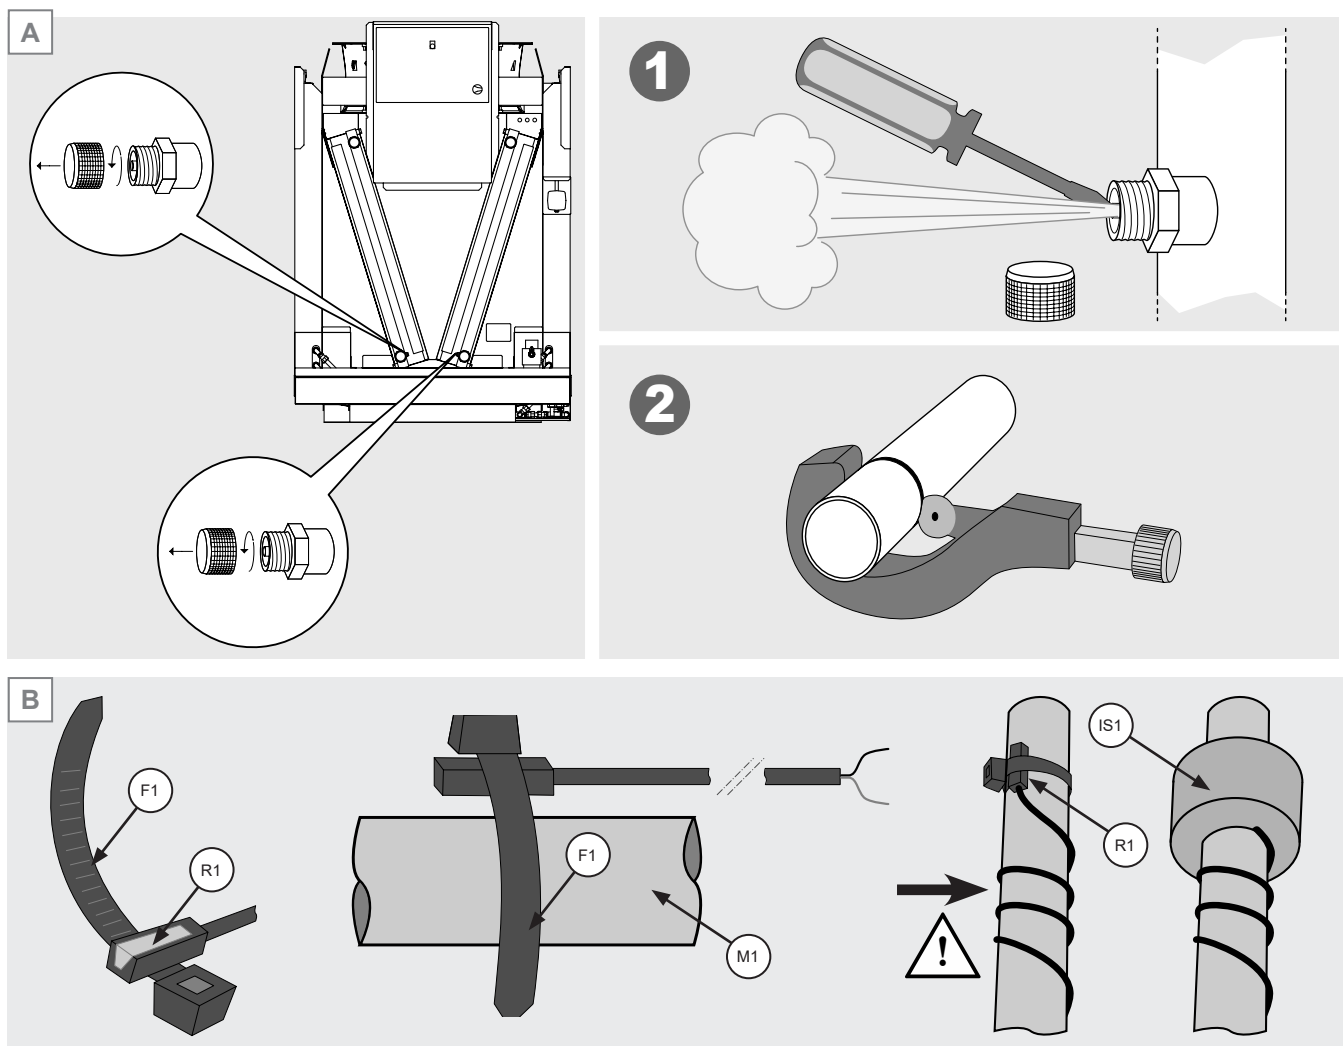

Figura 10
- 6.13 Prima del taglio dei manicotti di ingresso e/o uscita (modelli AVK, AVS) scaricare la pressione di precarica (2 bar circa) dallo scambiatore. V. Figura 10 A.
- 6.14 Solo per i modelli gas cooler: rimane a carico del cliente l'installazione delle sonde di temperatura sui manicotti di uscita degli scambiatori di calore. Le sonde sono costituite da una fascetta (F1) che sostiene il rilevatore (R1): la fascetta deve essere fissata al manicotto (M1) e il cavo elettrico (C1) deve essere avvolto con 2 spire sul tubo stesso. Isolare termicamente la sonda con l'apposito isolante (IS1). V. Figura 10 B.